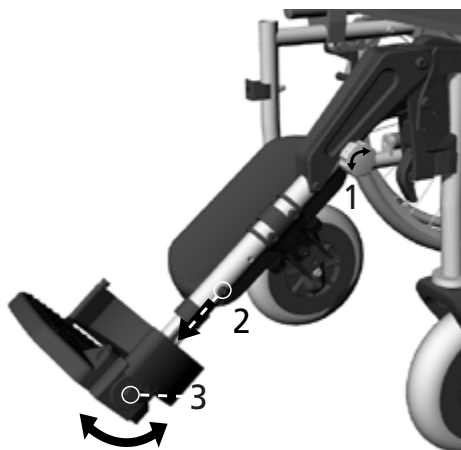

Abb.42
1. Lösen Sie die Sterngriffschraube 1-Umdrehung gegen den Uhrzeigersinn. (1, Abb. 42)
1. Zur Längeneinstellung lösen Sie die Sechskantschraube (2, Abb. 42) und ziehen/schieben die Fußplatte in die gewünschte Länge.
1. Zur Winkelverstellung lösen Sie die Sechskantschraube (3, Abb. 42) und ziehen die Fußplatte leicht nach innen, bis sich die Arretierung löst. Stellen Sie nun den gewünschten Winkel ein.